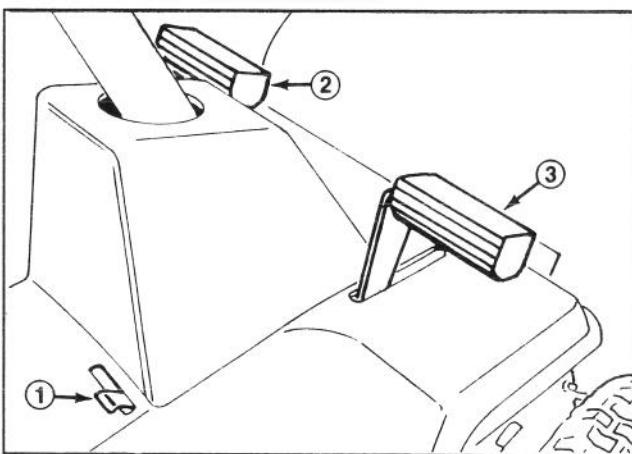

Fig. 3
## Pedale della frizione (Fig. 3)
## Pedale del freno (Fig. 3)
## Freno di stazionamento (Fig. 3)
1. Innestate il freno di stazionamento (Fig. 3), facendo riferimento a *Uso Del Freno Di Stazionamento*.
2. Spostate a sinistra la leva del freno di stazionamento e sbloccate il pedale del freno fin quando non sarà a contatto con l'estremità della leva del freno di stazionamento (Fig. 3).
3. Per sbloccare il freno di stazionamento, premete il pedale del freno (Fig. 3), lasciando che la leva del freno di stazionamento ritorni alla posizione di sblocco. Sbloccate quindi il pedale.